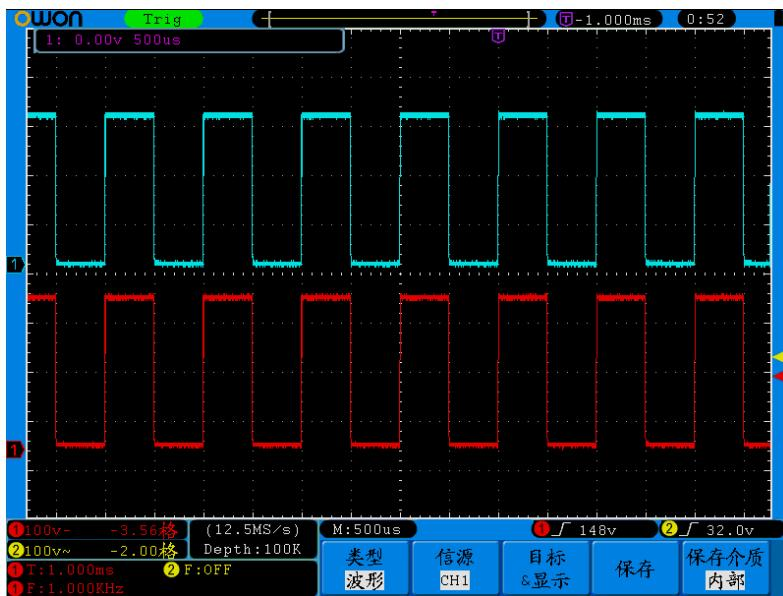

图 5-35：波形储存
- 6、调出波形：按 **H3** 键，屏幕右侧出现 **目标&显示** 菜单，按 **F1** 键，并转动 **通用** 按钮选择目标为 **1**，按 **F2** 键选择 **显示** 为 **开启**，则屏幕显示目标1存储的波形，左上角显示地址编号及波形相关信息。见图5-35：